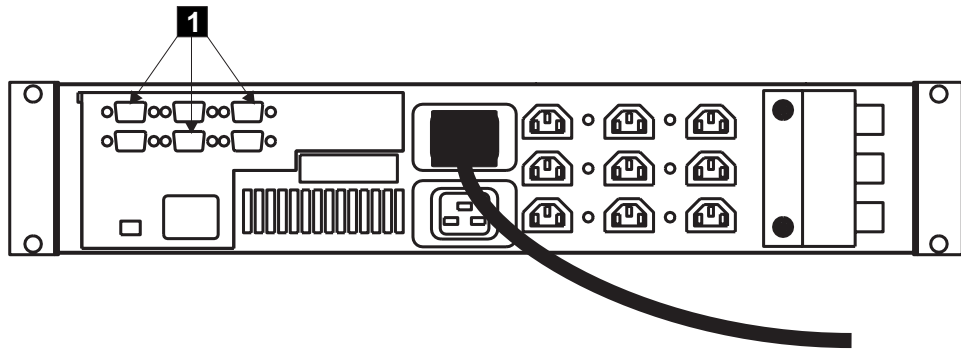

図 171. 2145 UPS シグナル・ケーブルの切り離し
2. 2145 UPS の後部でシグナル・ケーブルを切り離します。図 171 の **1** を参照してください。